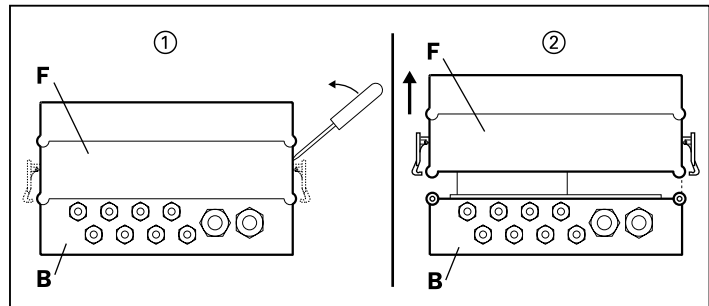

Abb. 4-1: IP-65-Gehäuse, Gehäusefrontteil abnehmen
1. Spannhebel-Scharnierschlüsse mit einem Schraubendreher öffnen ① und Gehäusefrontteil abnehmen ② (siehe Abb. 4-1).